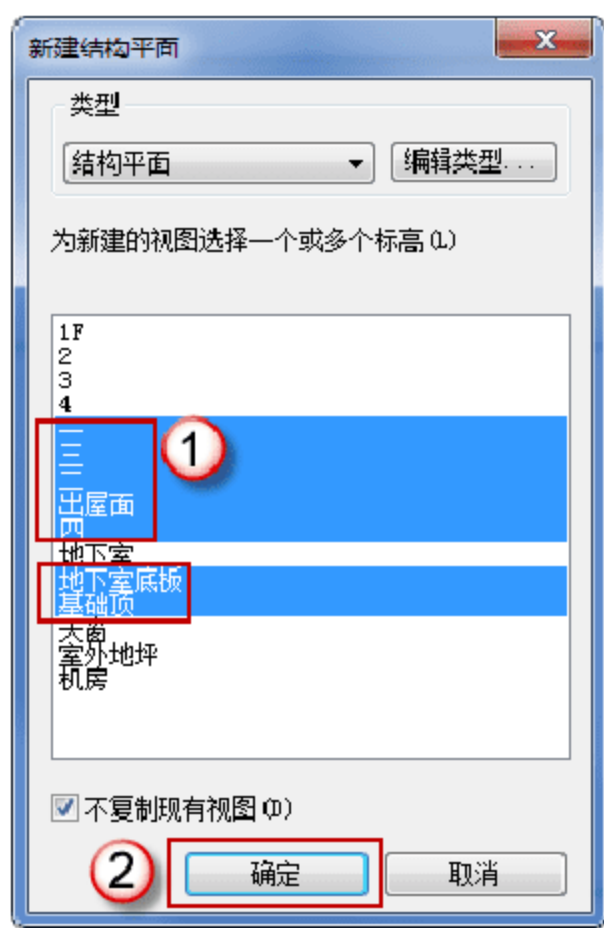
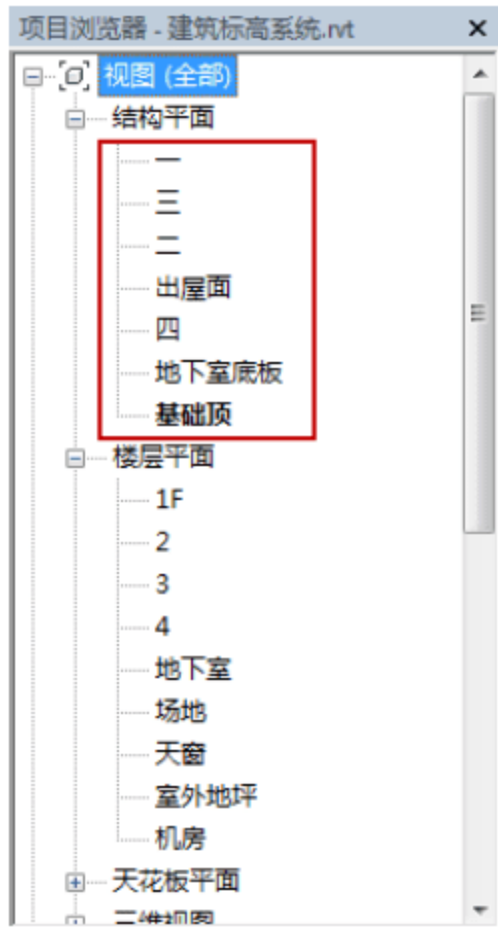

图 1.2.53 新建结构平面视图
图 1.2.54 生成的结构平面视图
(11) 生成与标高相对应的结构平面视图。选择“视图”→“平面视图”→“楼层平面”命令，在弹出的“新建结构平面”对话框中，选择本节绘制的所有标高，并单击“确定”按钮，如图 1.2.53 所示。完成此步操作后，可以在“项目浏览器”中观察到系统生成了与标高相对应结构平面视图，如图 1.2.54 所示。